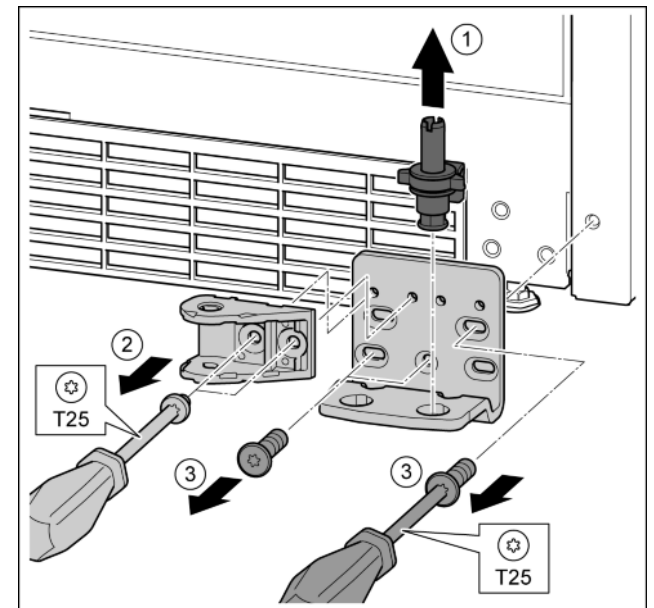

Fig. 33
- ▶ Опорний гвинт цілком витягніть рухом вгору. Fig. 33 (1)
- ▶ Викрутіть гвинти за допомогою викрутки T25 та зніміть з'єднувальний елемент демфера. Fig. 33 (2)
- ▶ Викрутіть гвинти за допомогою викрутки T25 та зніміть опорний кронштейн. Fig. 33 (3)